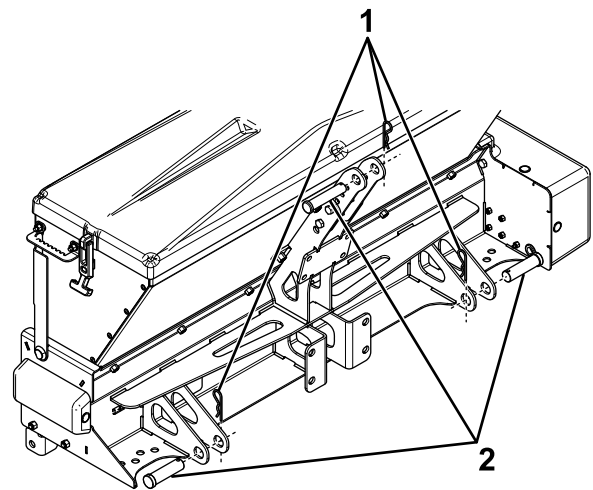

Bild 20
2. Fahren Sie den Traktor langsam an den Streuer heran und senken Sie die Hubarme soweit ab, dass sie mit den Hubstifthalterungen fluchten (Bild 20).
3. Befestigen Sie die Hubstifthalterungen mit zwei Lastösenbolzen (7/8") und Splinten am Traktor (Bild 20).
4. Lehnen Sie den Streuer zurück und befestigen Sie die Halterungen des Oberlenkers mit einem Lastösenbolzen ( $\frac{3}{4}$ "") und Splint am Oberlenker des Traktors (Bild 20).